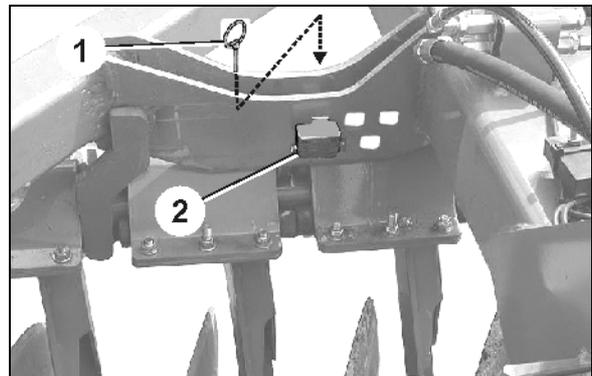

Fig. 18
1. Soltar el pasador clavija (Fig. 18/1).
2. Insertar el bulón excéntrico (Fig. 18/2) en la ranura de inserción correspondiente.